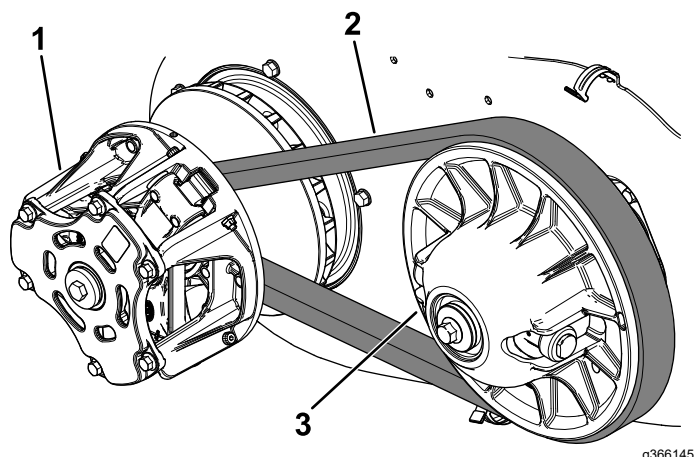
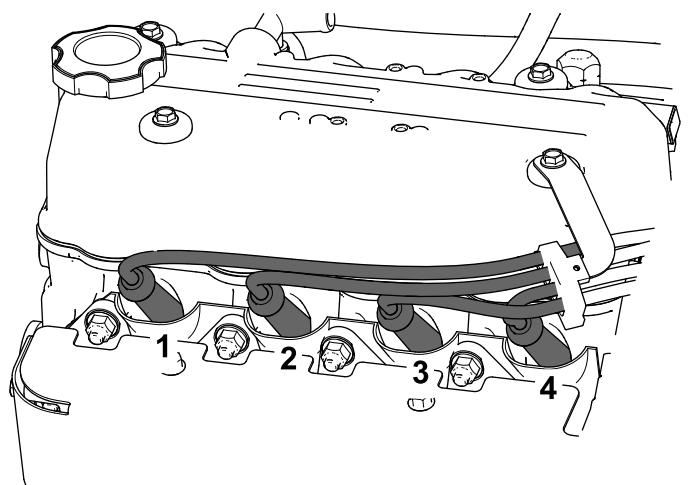

Figure 69
Figure 70
4. Faites tourner l'embrayage principal (Figure 69) jusqu'à ce que la soupape d'échappement du cylindre 1 (Figure 70) soit complètement ouverte.
1. Faites tourner l'embrayage principal (Figure 69) jusqu'à ce que la soupape d'admission du cylindre 1 (Figure 70) soit complètement ouverte.